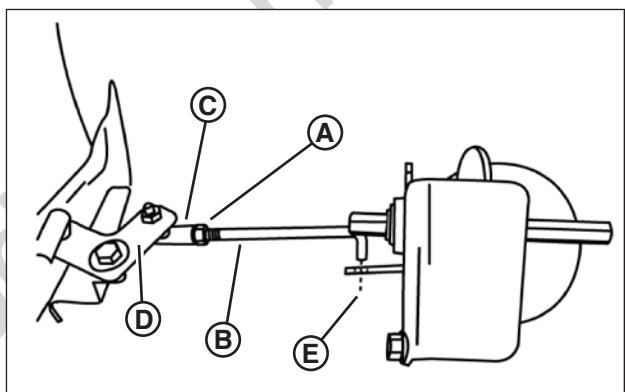

Figure 29 : Réglage de la tige de transfert
- Desserrer le contre-écrou (**A**, **Figure 29**) qui retient la tige de transfert (**B**) au joint à rotule (**C**) sur le bras de pivot (**D**).